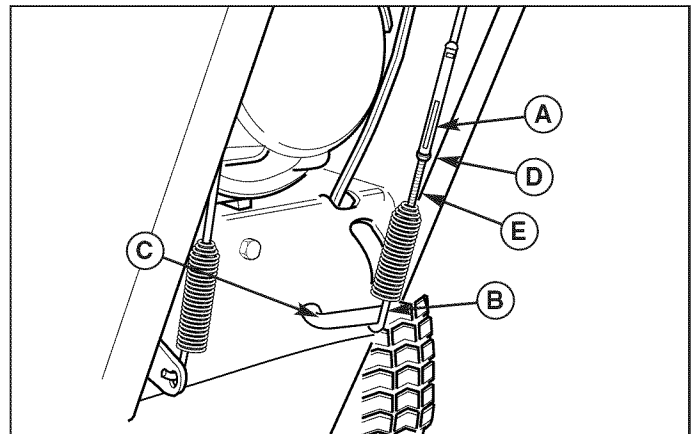

Abbildung 19. Auger Drive Adjustment A. Abflachungen der Mutter
1. Bei freigegebenem Antriebshebel muss der Haken (B, Abbildung 19) den Hebel (C) leicht berühren, ohne ihn anzuheben. Das maximale Spiel beträgt 0,8 mm (1/32 in.) (siehe Abbildung).
2. Zum Einstellen die Mutter (D, Abbildung 19) durch Fixieren der Abflachungen (A) und Drehen der Mutter (D) lockern. Die Abflachungen drehen und die Schraube fixieren. Die Stellschraube ist eine Kreuzschlitzschraube. Der Schraubenkopf kann durch Einführen eines Schraubendrehers durch die Feder fixiert bzw. gedreht werden.
3. Die Abflachungen (A) fixieren und die Mutter (D) festziehen.